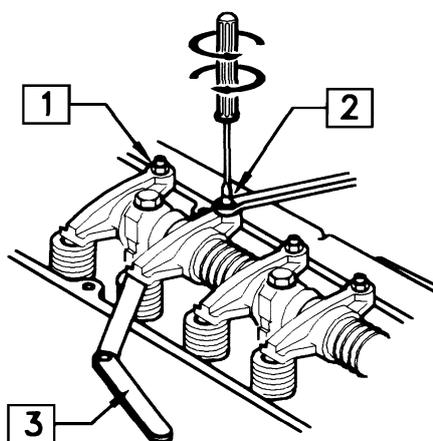

Fig. 7.2
(3) Régler le jeu des soupapes. (Fig. 7.2)
culbuteur (1) et pendant que l'on tourne la vis de fixation (2), régler le jeu des soupapes avec une jauge (3) (Fig.7.2).